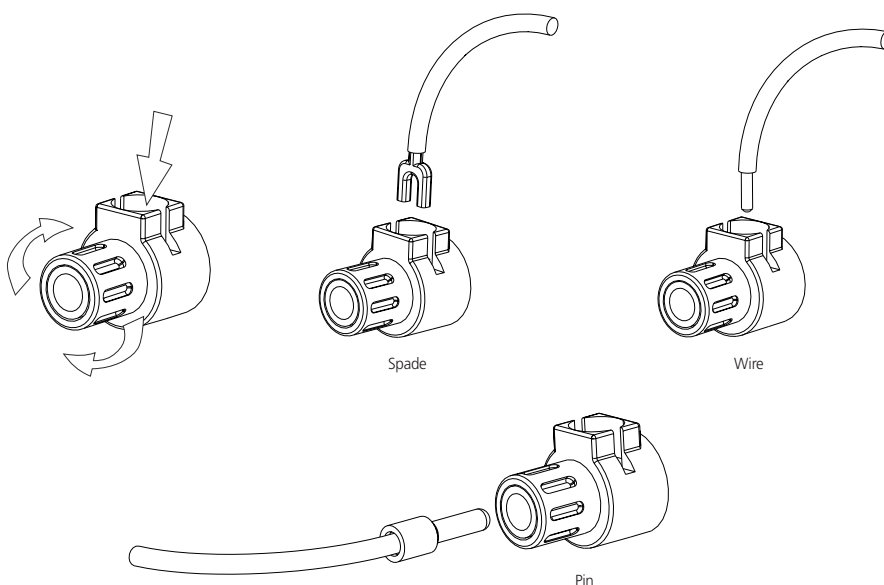

Figura 2
Collegare i cavi provenienti da uno dei diffusori ai morsetti "+" e "-" che si trovano sul pannello posteriore dell'amplificatore NAD serie CI. In ogni canale, il morsetto rosso è l'uscita "+" positiva ed il morsetto nero è l'uscita "-" negativa o "di terra" (vedere Figura 2).
- 1 Connettori a perno: un connettore a perno è un alberino in metallo sottile aggraffato o saldato sulla terminazione di un cavo. L'alberino filettato di ciascun serrafile contiene un'apertura che accoglie i connettori a perno fino a 3 mm. di diametro. Svitare la boccola in plastica che si trova su ciascun morsetto in modo da lasciare esposto il foro nell'alberino in metallo. Inserire il connettore a perno attraverso il foro e girare la boccola in senso orario fino a serrarla (vedere Figura 2).
- 2 Capocorda a forcilla: svitare la boccola in plastica, inserire la forcilla ad U nello spazio ovale e stringere la boccola su di essa (vedere Figura 2).
- 3 Cavi nudi: separare i due conduttori del cavo (se forniti a coppia) e spelare mezzo pollice (1 cm.) di isolante da ciascuno di essi. In ogni conduttore, attorcigliare insieme i trefoli esposti. Svitare le boccole in plastica per "+" e "-", inserire il cavo nudo attraverso il foro nell'alberino in metallo e stringere la boccola in plastica fino a che non serri saldamente il cavo (vedere Figura 2). Verificare per assicurarsi che nessun trefolo lasco tocchi lo chassis o un morsetto vicino. **Stringere nuovamente la boccola dopo una settimana circa per assicurarsi di eliminare l'eventuale gioco prodottosi nel frattempo.**